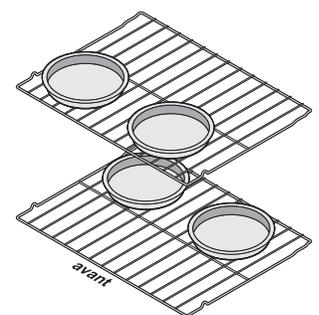

Figure 26 : Espacement des ustensiles de cuisson
- Lorsque vous cuisinez avec deux grilles de four, positionnez l'ustensile de cuisson comme illustré à la figure 26. Laissez un espace d'au moins 5 cm (2 po) entre les ustensiles de cuisson pour permettre à l'air de bien circuler.